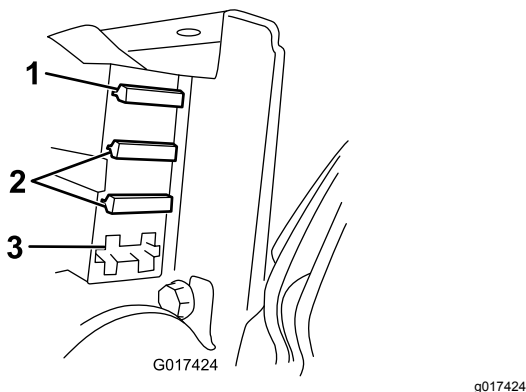

Figura 42
3. Instale os fusíveis de no bloco de fusíveis (Figura 42).
- Se qualquer dos fusíveis estiver rebentado, substitua-o por um fusível com voltagem e amperagem corretas (Figura 42).